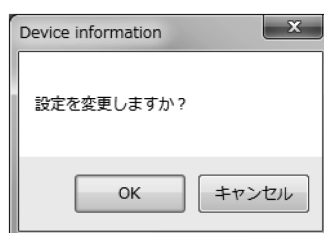

図74
- ⑤ 全ての設定が完了し、「OK」ボタンをクリックすると、メッセージボックス(図74)が表示されます。